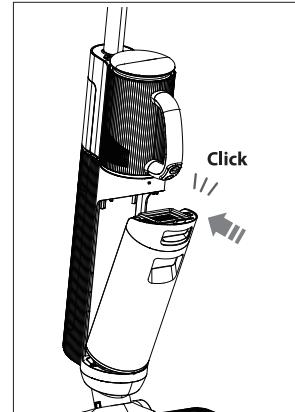

Abb. 11 – Wassertank einsetzen
- ▶ Setzen Sie den Schmutzwassertank leicht schräg in die Aussparung auf der Geräteworderseite ein und drücken Sie den Schmutzwassertank an, bis er hörbar einrastet und fest sitzt (**siehe Abb. 11**).